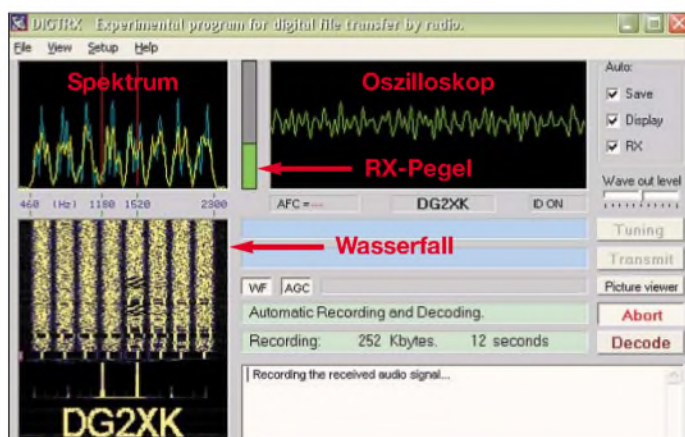

Bild 1:
Nach dem Start zeigt sich die gut überschaubare Bedienoberfläche gemäß Bild 1. Links oben befindet sich die Spektrumanzeige, sie arbeitet zwischen 460 und 2300 Hz. Die rot markierten Frequenzen (1100 und 1520 Hz) sind für die korrekte Abstimmung des Empfängers vorgesehen. Das große Feld darunter ist das Wasserfallfenster. Rechts neben der Spektrumanzeige liegt das Skope-Fenster, der schmale Balken zwischen beiden Feldern ist der Pegelindikator für den Empfang. Das große weiße Feld im unteren Teil zeigt zu Beginn eine Kurzanleitung in Englisch, später erscheinen dort Informationen zum Betriebsablauf.
- Die Pegel für *Line-In* und *Line-Out* lässt sich wie bei anderen Soundkartenanwendungen einstellen, im Setup-Menü gibt es dazu zwei Untermenüs. Der richtige Empfangspegel liegt an, wenn der Balkenindikator hellgrün leuchtet und sich etwa in der Mitte befindet, siehe Bild 1, bei dunkelgrün ist der Pegel zu gering, bei Übersteuerung wechselt die Balkenfarbe auf rot. Hinweise zur Soundkarteneinstellung sind u.a. in [5] zu finden.
Bestätigt der Funkpartner die korrekte Abstimmung, kann man über das Tastfeld *Transmit* die Dateiübertragung einleiten. Im in Bild 1 zu erkennenden Wasserfalldiagramm des Empfängers zeigt sich zu erst das Call des Sendeamateurs und dann ein aus acht Streifen bestehendes Frequenzschema. Da in diesem Fall eine relativ kleine Datei ausgewählt wurde, dauert die Sendezeit nur 22 Sekunden.